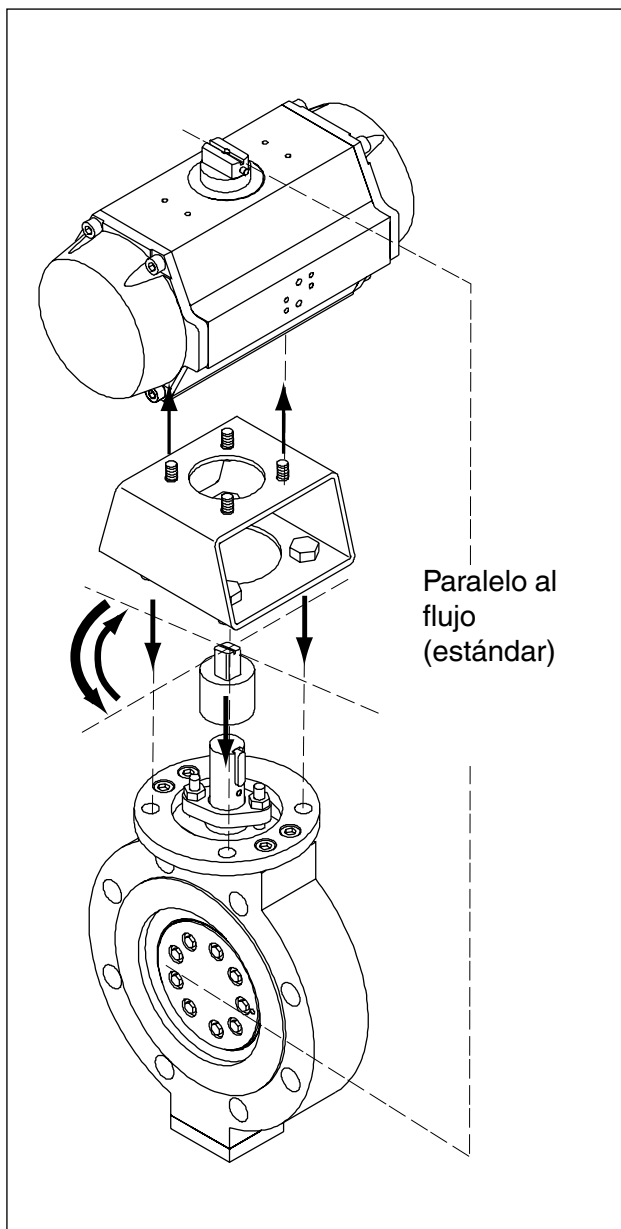

Fig. 6 Incorporación del accionamiento en la guarnición
- Soltar todas las uniones al mando, soltar los tornillos de unión a la brida de sujeción y desmontar el accionamiento de la guarnición, vea la Fig. 6 en el párrafo anterior 9.1.
- Antes de la incorporación del accionamiento a la guarnición se tiene que controlar que la indicación de la posición sea ahora correcta, vea la Fig. 6 y el párrafo 9.1, Incorporación de un accionamiento en una guarnición.